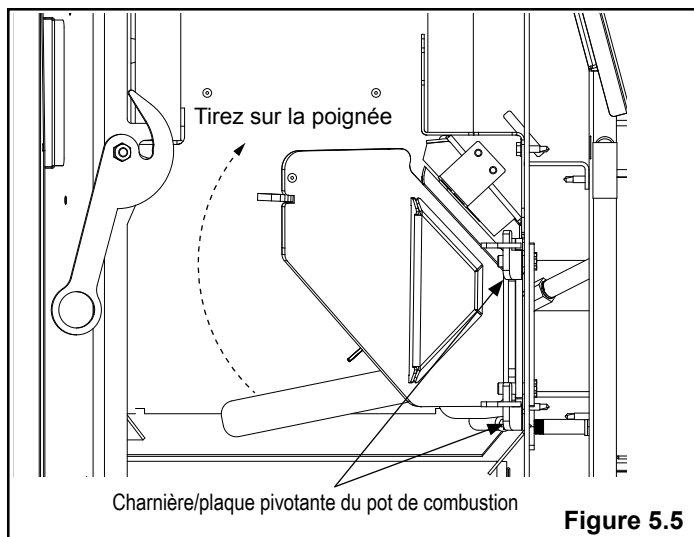

Figure 5.5
- Tournez la poignée de verrouillage vers le haut jusqu'à ce que vous sentiez qu'elle touche la partie supérieure de la plaque pivotante. Puis poussez vers le haut jusqu'à ce que le pot de combustion pivote vers l'extérieur. Figure 5.5.